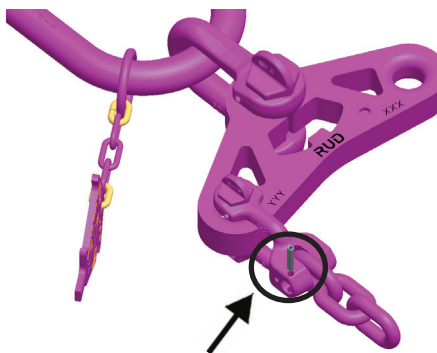

Fig. 6 : Enfoncer la goupille élastique
4. Bloquez l'axe de connexion VIP-G en enfonçant la goupille élastique (fig. 6 et 7).